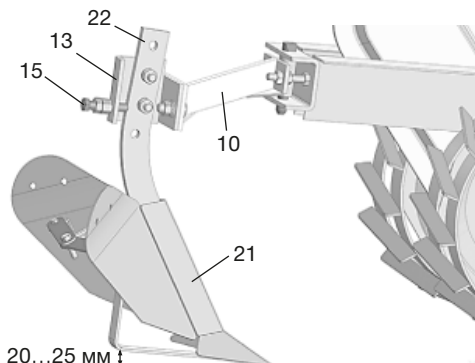

Рис. 7
Установить мотокультиватор с присоединённой к нему СЦЕПКОЙ на ровную поверхность. Присоединить ОКУЧНИК (21) к замку (13) СЦЕПКИ (10) при помощи болтовых соединений М12 (14), как показано на Рис. 7. При этом регулировочный болт (15) должен быть упёрт в стойку (22) ОКУЧНИКА. Резьбовые соединения оставить не затянутыми для возможности последующей регулировки. Произвести предварительную регулировку заглабления ОКУЧНИКА аналогично настройке ПЛУГА.